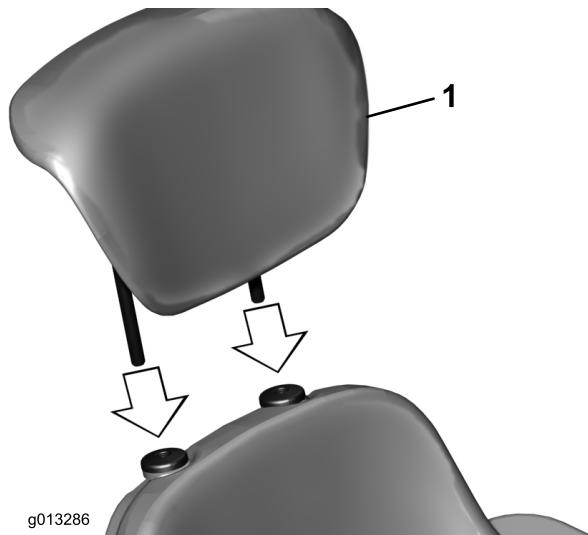

Bild 4
7. Setzen Sie die Rückenlehnenverlängerungsrohre in die Büchse und stellen Sie die gewünschte Höhe ein (Bild 4).